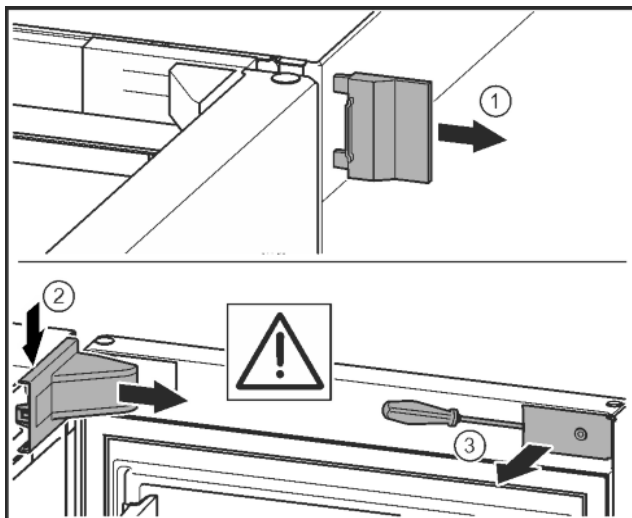

Fig. 7
- Detașați capacul exterior. Fig. 7 (1)
- Deblocați și desprindeți capacul suportului de lagăr. Scoateți capacul suportului de lagăr. Fig. 7 (2)
- Deblocați masca cu șurubelnița plată și pivotați-o în lateral. Fig. 7 (3)